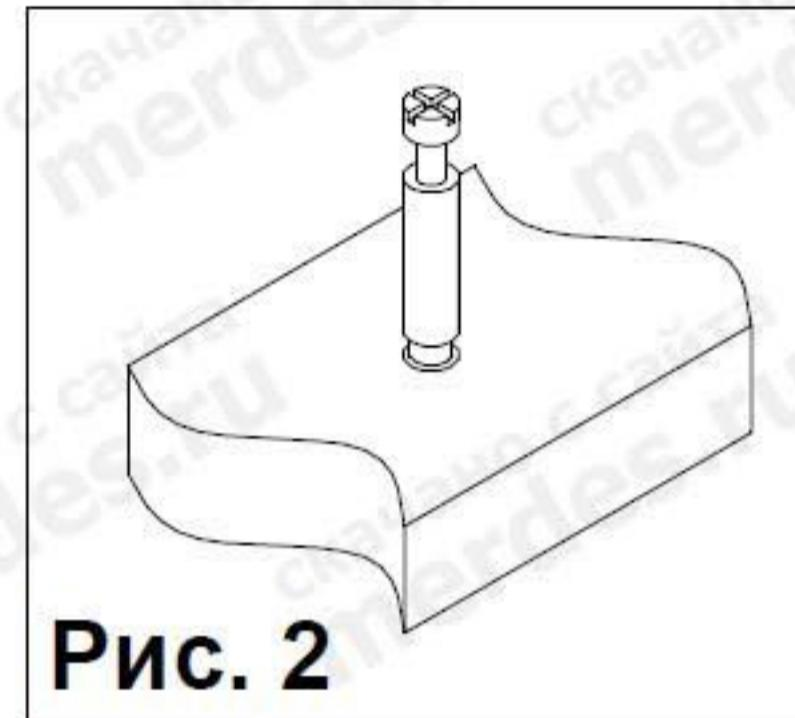

Рис. 2
4. Закрутить дюбеля стяжек-растекс (4) (см. рис.2) в пластиковые муфты полки 16 и соединить ее с деталями 12, 13, 14, 15. Крепление произвести при помощи стяжек-растекс (3), шкантов (9) и (2) и евровинтов (2).
5. Закрутить в пластиковую муфту расположенную на лицевой стороне полки 22 дюбель стяжки-растекс (4) (см. рис. 2). Соединить детали 23 и 13 с полкой 22. Надеть на
выступающие части шкантов (9) стенку заднюю 13 и 24. Далее перевернуть полку верхнюю 25 нижней стороной вверх (на нижней стороне этой детали имеются пластиковые муфты), и закрутить в муфты дюбеля стяжек-растекс (4) (см. рис.2). Забить шканты (1) в соответствующие торцевые отверстия деталей 12, 13, 23,24. Перевернуть полку 25 и соединить ее с каркасом стола. Фиксацию стяжек-растекс произвести путем поворота их по часовой стрелки. После этого прикрутить петли (21) к дверям 20 и 21 . Установить двери , для чего вставить петли закрученные в дверях 20 и 21 в ответные планки петель (21) закрученные на стойках 18 и17. Произвести фиксацию петель при помощи стопорного винта находящего на ответной планки петли. При необходимости произвести регулировку петли с помощью регулировочного винта. далее установить ручки (12) к фасадам дверей и вставить в отверстия обозначенные "M" ограничители (17). Они будут служить ограничителем закрывания дверей 20 и 21.